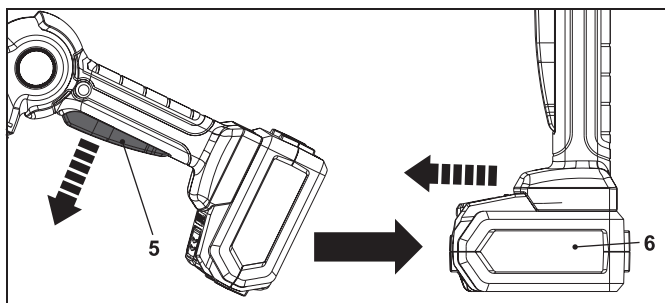

Fig. 12
1. Solte o interruptor para ligar/desligar (5) (Fig. 12).
2. Remova a bateria (6).